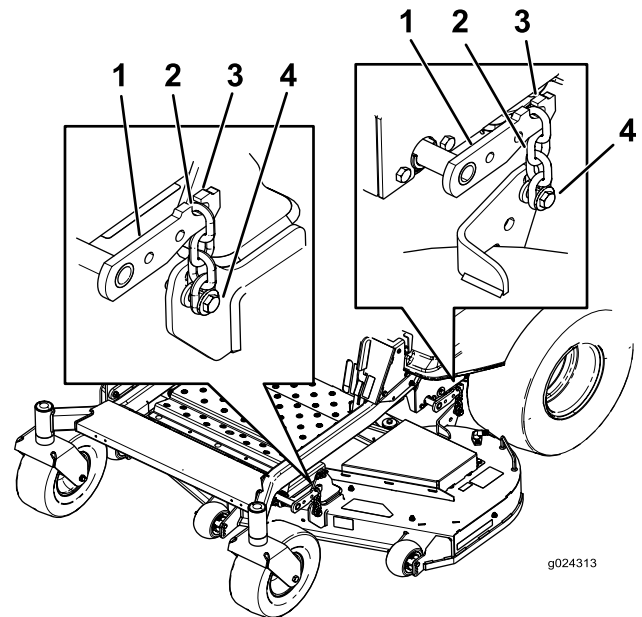

Figure 64
- Détachez les chaînes des crochets sur les bras de levage du tablier (Figure 64).
6. Soulevez l'arrière du tablier de coupe et accrochez les chaînes aux bras de levage arrière (Figure 64).
7. Accrochez les chaînes avant aux bras de levage avant (Figure 64).